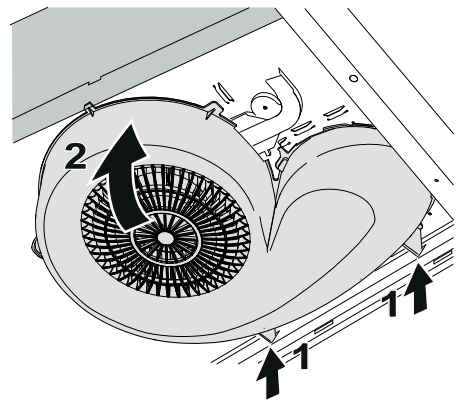

Fig.7
Sätt tillbaka fläkthuset genom att passa in stöden i bakkant på fläkten (1). Vik upp fläkthuset (2), Fig.7